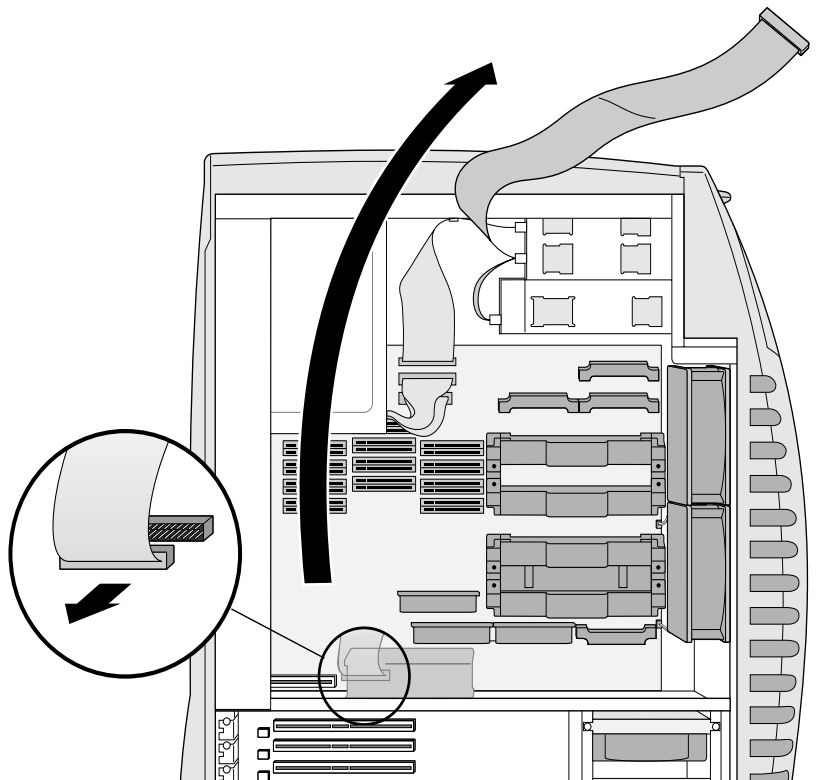

図 3-2 IDE ケーブルの取り外し
6. IDE ケーブルをシステムボードの IDE コネクタから外します。この時に、水平ファンのケーブルを引っ張らないように注意して、ケーブルをワークステーションの上部に掛けます (図 3-2)。